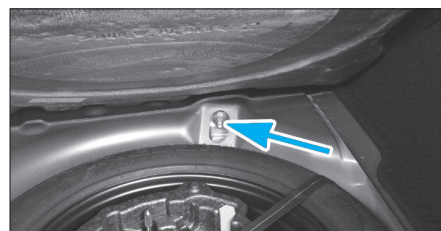

Fig. 40
- la fixation supérieure depuis l'intérieur du coffre pour l'amortisseur droit (Fig.40),